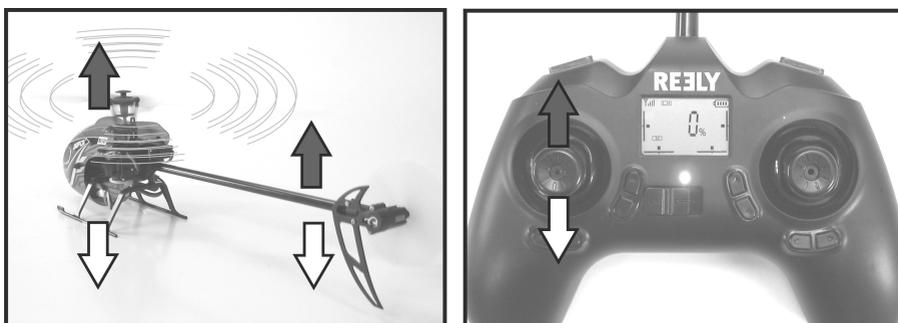

Figure 10
A l'aide de la fonction de Pas, vous pouvez régler la hauteur de vol de l'hélicoptère (voir figure 10). La commande s'effectue à l'aide du levier de commande de gauche (voir également figure 1, pos. 11). Celui-ci peut être déplacé vers le haut et vers le bas à partir de la position centrale. Comme les angles d'incidence des deux pales du rotor principal ne sont pas interchangeables, la régulation de l'altitude de vol se fait en modifiant la vitesse du rotor principal.
Si le levier de commande se trouve en position médiane, l'hélicoptère se maintient à la même altitude. Lorsque l'on déplace le levier vers le haut, la vitesse du rotor principal augmente et le modèle réduit d'hélicoptère monte (voir les flèches sombres à la figure 10). Lorsque l'on déplace le levier vers le bas, la vitesse du rotor principal diminue et le modèle réduit d'hélicoptère descend (voir les flèches claires de la figure. 10).
Les fonctions de contrôle illustrées aux figure 10 à figure 13 avec les affectations de leviers de commande correspondent au mode de télécommande II largement utilisé. Cependant, certains pilotes de modèles réduits préfèrent le mode I, où la fonction de Pas est contrôlée à l'aide du levier de droite et la fonction Tangage avec le levier de gauche.